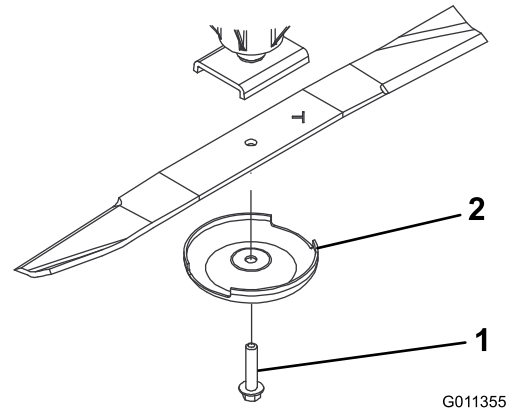

Figure 123
- Enlevez le boulon, la coupelle de protection et la lame de l'axe de pivot (Figure 123).